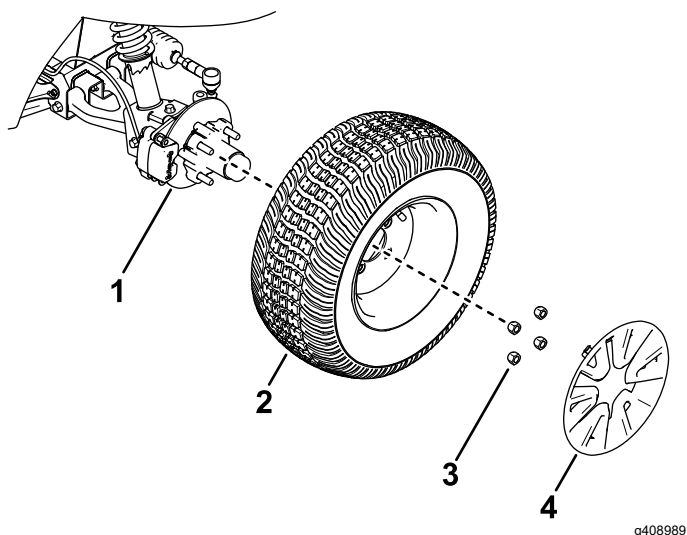

Figure 20
2. Retirez l'enjoliveur et les 4 écrous de roue qui fixent la roue sur le moyeu (Figure 20).
4. Alignez les trous dans la roue et les goujons du moyeu puis montez la roue sur le moyeu en plaçant la valve à l'extérieur (Figure 20).
5. Fixez la roue au moyeu avec les écrous de roue (Figure 20).